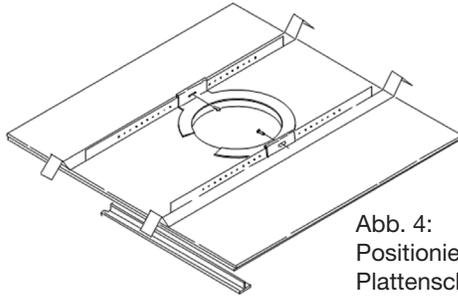

Abb. 4:
**Abgehängte Decken** – Den C-Ring durch das in die Deckenplatte geschnittene Loch einführen (oder ihn von oben in die Decke einsetzen, falls dies möglich ist). Den C-Ring so um das Loch platzieren, dass die Laschen wie in Abbildung 4 gezeigt liegen. Die Plattenschienen durch das ausgeschnittene Loch in der Deckenplatte führen. Die beiden Schienen in die beiden Laschen der C-Platte einrasten und die Schienen so ausrichten, dass die Enden ÜBER das T-Kanal-Raster an der Seite der Platte hinausragen.